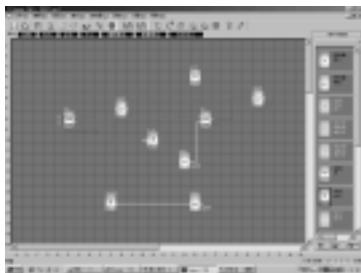
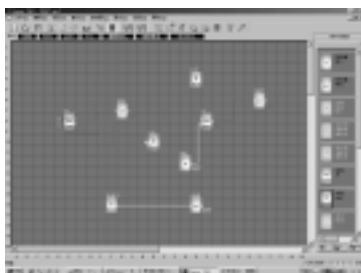

图 4.12 起动仿真
图 4.13 模拟运行界面
1. 用鼠标左键点击指令“控制器”菜单下的“模拟”的“开始”如图 4.12 所示,即可开始模拟运行程序。或者用鼠标点击工具栏中“ ”按钮也可开启模拟运行界面。模拟运行界面如图 4.13 所示。